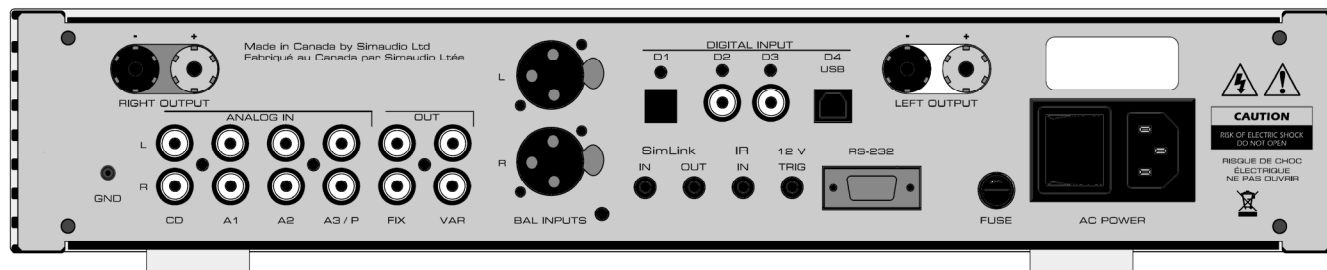

Figure 4: Panneau arrière du Nêo 340i
Le panneau arrière ressemblera à la figure 4 (ci-dessus). Il y a quatre (4) paires d'entrées analogiques asymétriques, montées sur des connecteurs RCA, étiquetées CD, A1, A2 et A3/P. Les connecteurs RCA d'entrée et de sortie du panneau arrière ont été codés par couleur : blanc pour le canal gauche, rouge pour le canal droit. Si votre **Nêo 340i** est équipé de la section phonique optionnelle, l'entrée « A3/P » doit être utilisée pour brancher le câble d'interconnexion de votre platine vers l'amplificateur. Si vous ne possédez pas la section phono optionnelle, cette entrée peut être utilisée de la même façon que les entrées CD, A1 et A2.